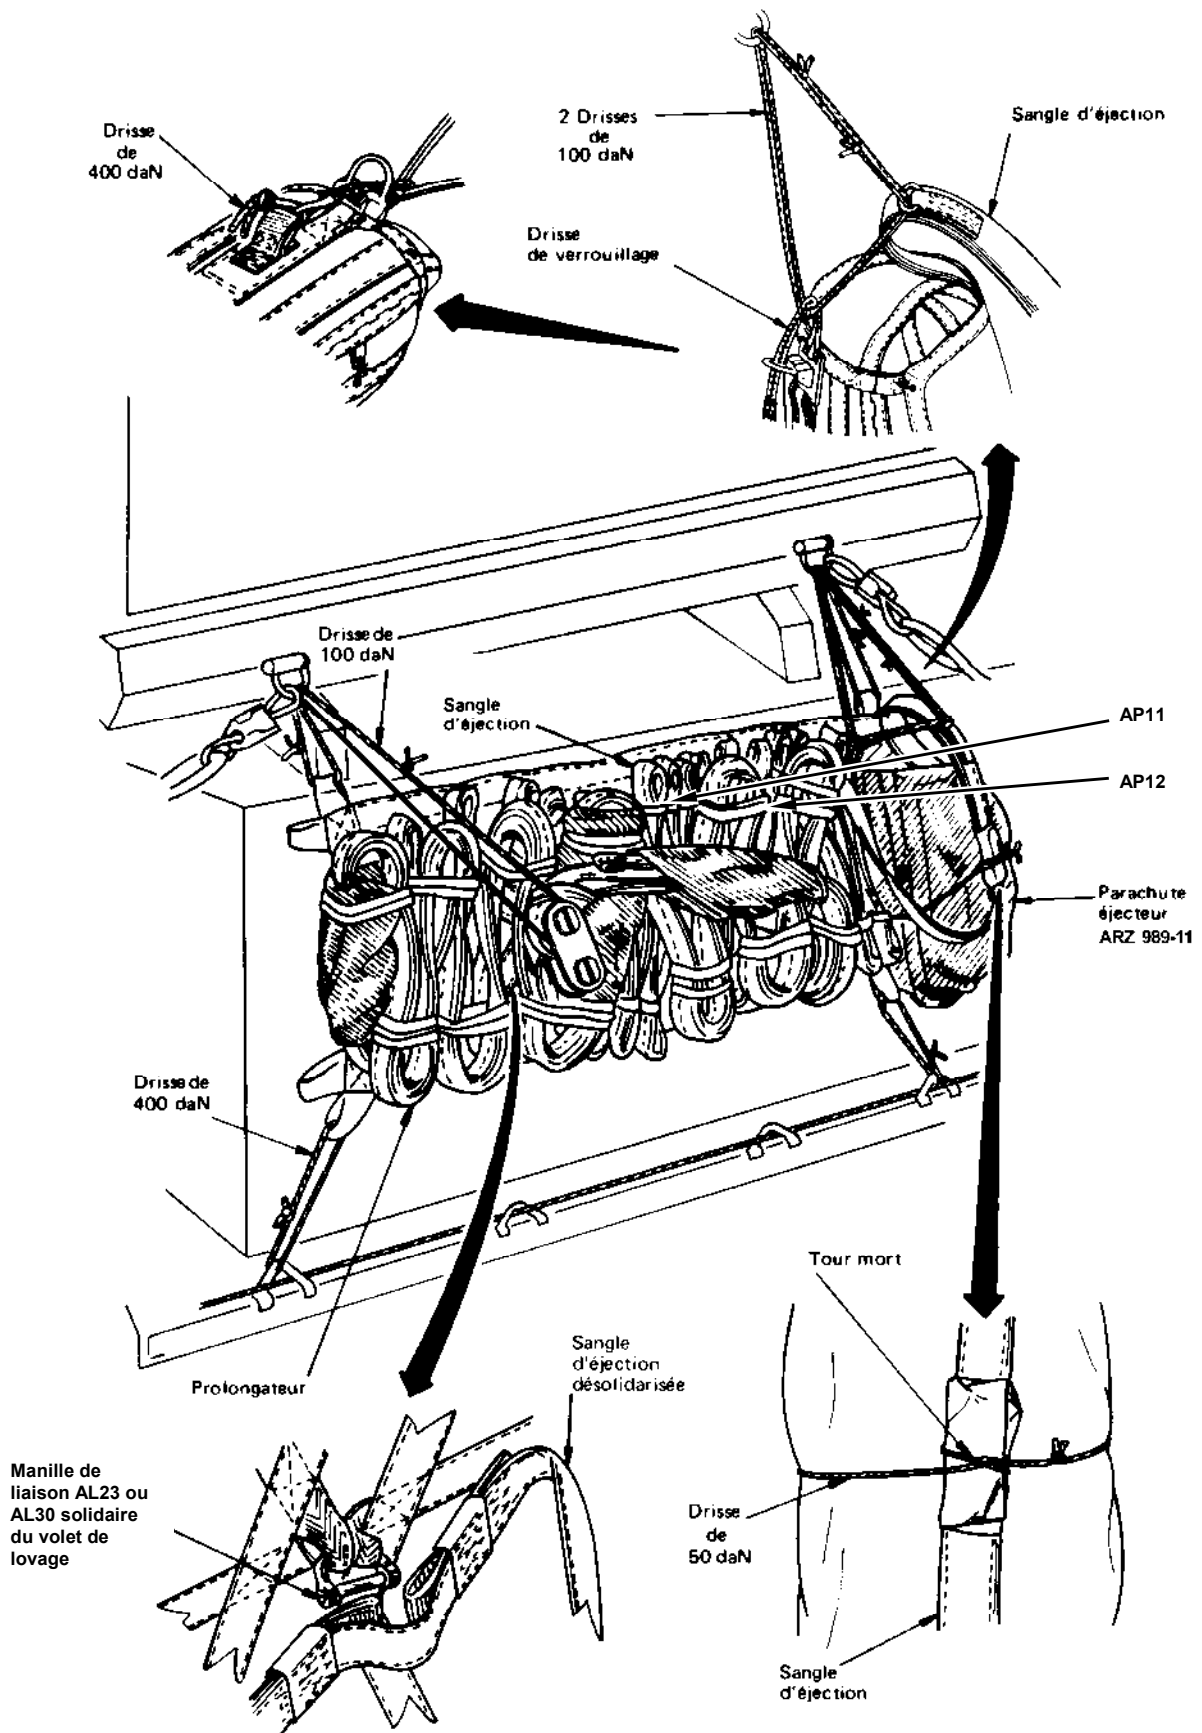

Fig. 2.12 – Fonctionnement d'ensemble - Position de départ (autre charge que la première à larguer dans une série)
1. Le sac contenant la voilure est fixé par des drisses à casser à la charge qui doit sortir immédiatement avant la charge considérée (fig. 2.12 à titre d'exemple).